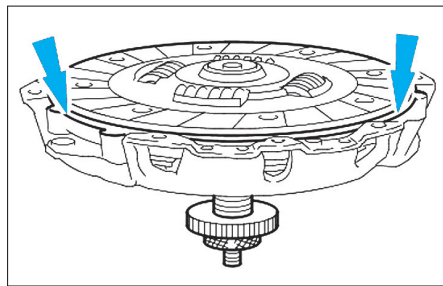

Fig. 2
- [1]. Centreur de disque d'embrayage (Fig.2).
- A l'aide de l'outil [1] centrer le disque d'embrayage sur le plateau de pression d'embrayage (Fig.2).